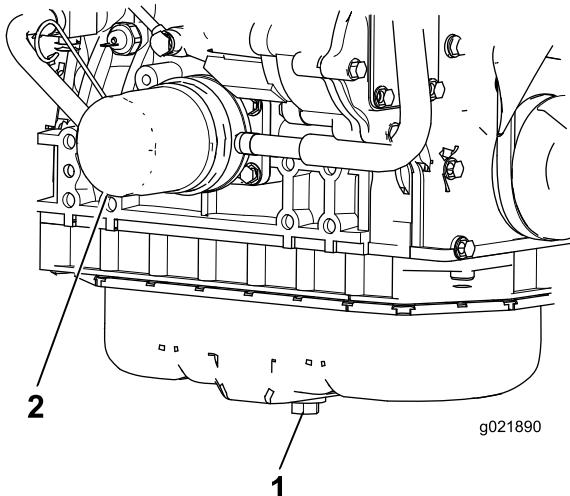

Figura 66
1. Retire el tapón de vaciado del aceite de motor (Figura 66) y deje fluir el aceite a un recipiente apropiado. Una vez que se haya vaciado todo el aceite, coloque el tapón de vaciado.
- Retire el filtro de aceite (Figura 66). Aplique una capa ligera de aceite limpio al filtro nuevo antes de enroscarlo. **No apriete demasiado.**